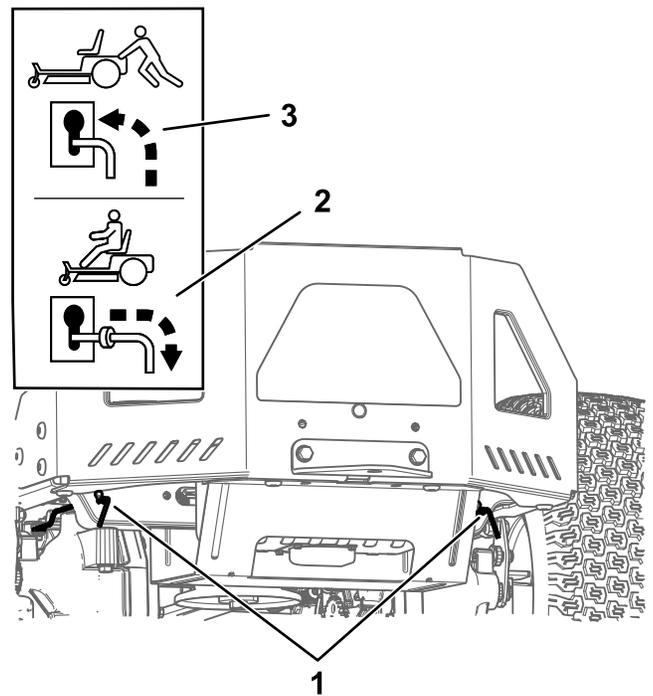

図 28
4. 両方のバイパスレバーをスロットに沿って前に動かし、更に下に動かしてロックする **図 28**。